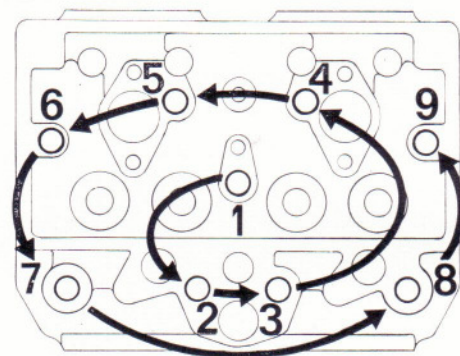

Bild 116
- Zylinderkopfmutter nach vorgegebenem Anzugschema in drei Stufen festziehen (Bild 116).